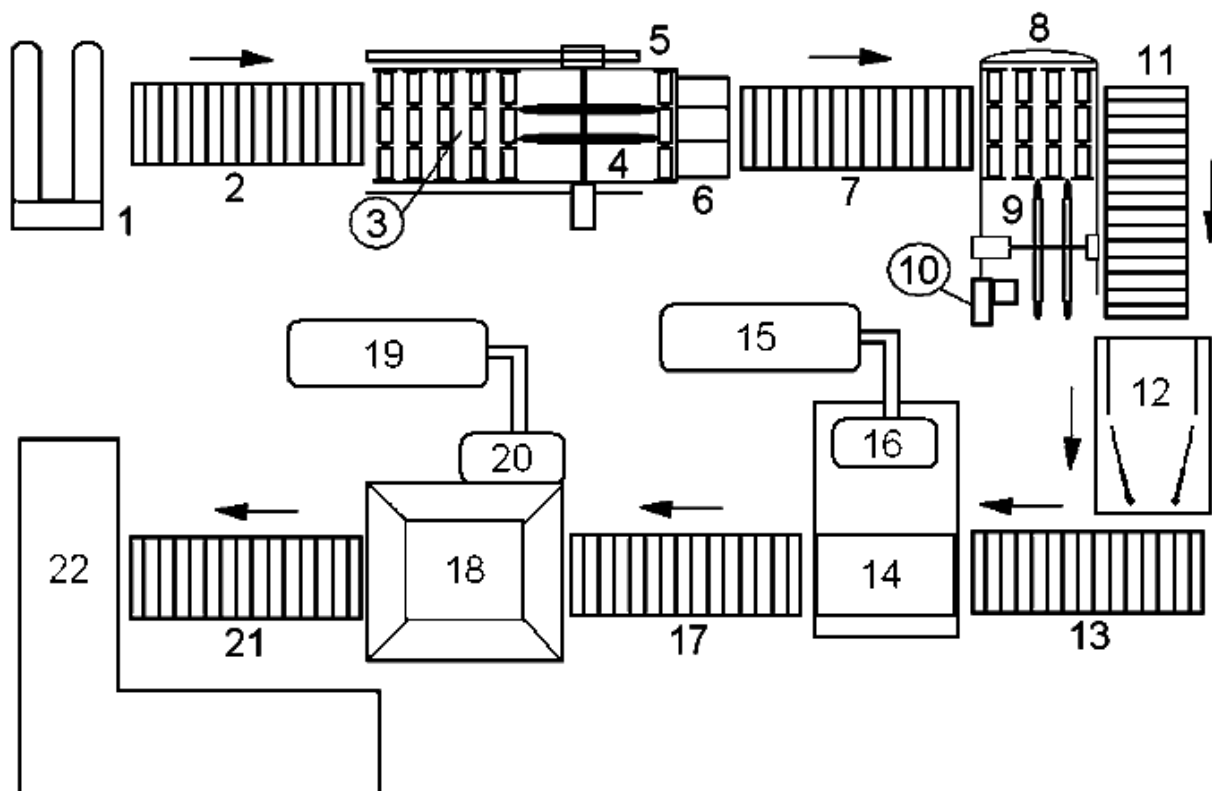

Рис. 1. Структурная схема технологического процесса
Объектом исследования является технологический процесс, структурная схема которого представлена на рис. 1.
1. Для кинематической схемы, изображенной на рис. 1 составить буквенную циклограмму. Схему включения каждого исполнительного элемента необходимо представить в виде структурной формулы с использованием основных понятий и законов алгебры логики.